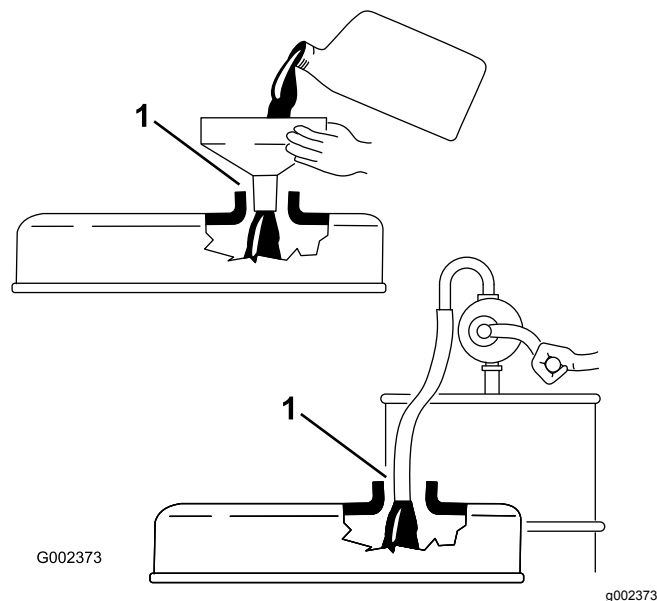

Figura 36
**Importante:** Quando rabboccate l'olio motore o effettuate un riempimento, lasciate uno spazio tra il dispositivo di versamento dell'olio ed il foro di riempimento nel coperchio della valvola, come illustrato nella Figura 36. Questo spazio è necessario